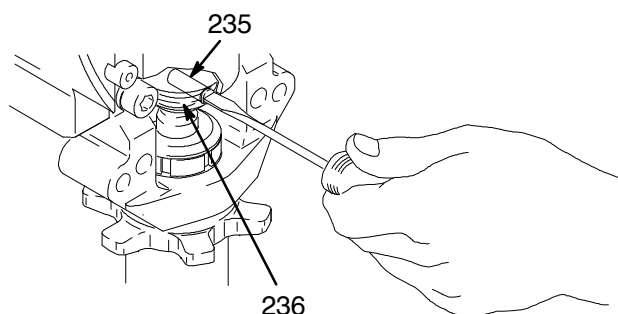

Рис. 1 7675В
3. Отвинтите от насоса трубку всасывания (34), придерживайте ключом впускной клапан (А) насоса, чтобы не ослабить крепление насоса.
4. Отсоедините выходной шланг насоса (100) от выходного патрубка поршневого насоса (60).
5. См. Рис. 1. С помощью отвертки сдвиньте вверх стопорную шайбу (236) в верхней части насоса. Вытолкните шпильку (235).